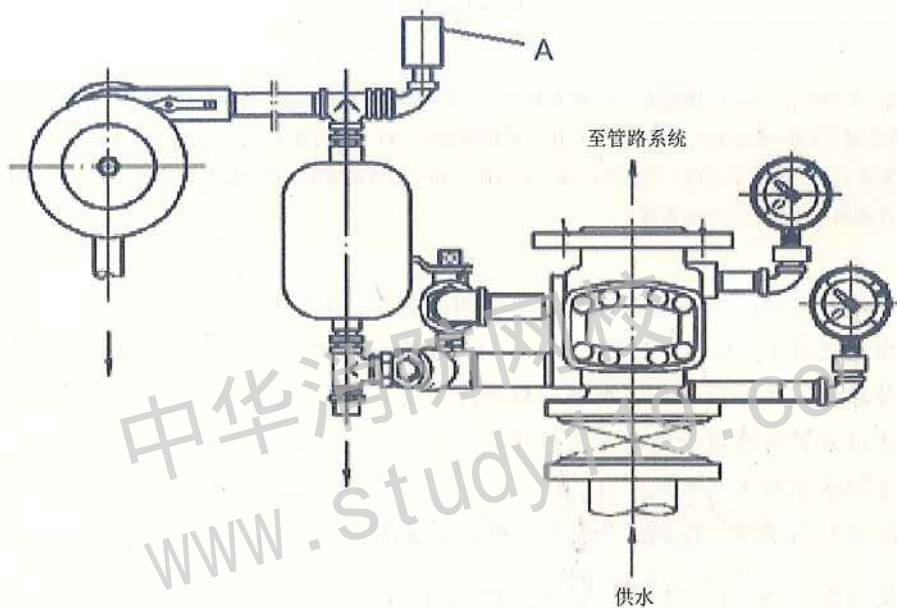

图2-23
8. 图 2-23 中表示的是自动喷水灭火系统中的哪一个部件？其中的 A 代表什么？A 的工作原理是什么？（中）
答：图 2-23 表示的是湿式报警阀，A 是压力开关。